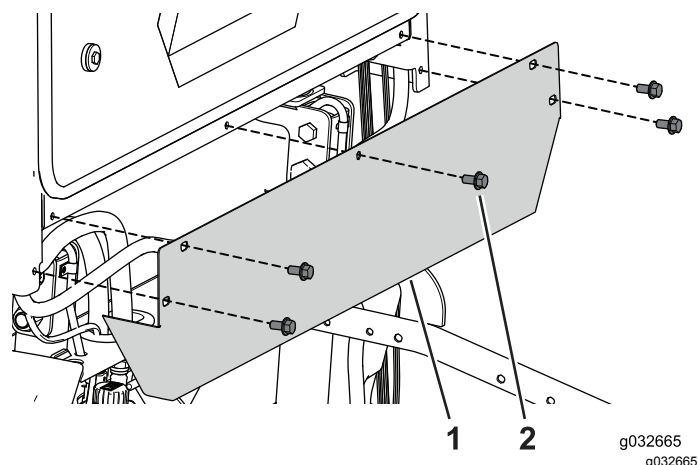

Рисунок 75
1. Прикрепите заднюю крышку к машине с помощью 5 болтов ( $\frac{3}{8} \times \frac{3}{4}$  дюйма) (Рисунок 75).